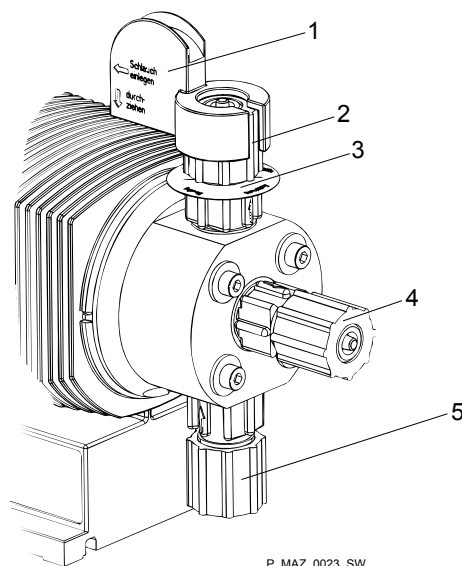

Рис. 8: Блок подачи SEK
- Возвратная линия подключается к стоящему вертикально клапану на верхней стороне блока подачи. Она имеет заводскую маркировку в виде красной манжеты, см. Рис. 8.